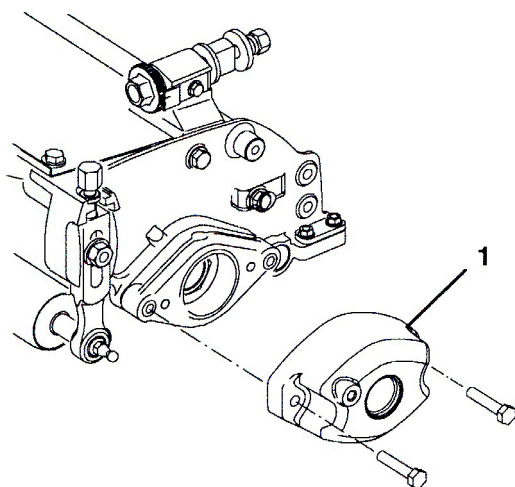

図14
- B. カウンタ・ウェイトをカッティングユニットの左側に固定しているキャップスクリュー(2本)を取る。カウンタ・ウェイトを取り外す（図14）。